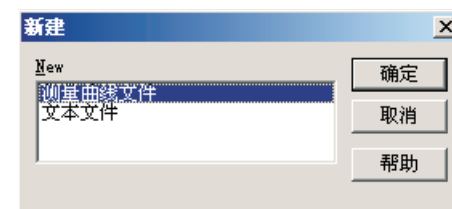

图 8
E. 新建对话框会弹出两种模式供你选择：测量曲线文件、文本文件（如图8）；